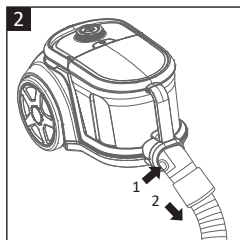

Рис. 2
- Натисніть кнопку розблокування на горловині шланга (6), щоб розблокувати і зняти шланг із пилососа (рис. 2).